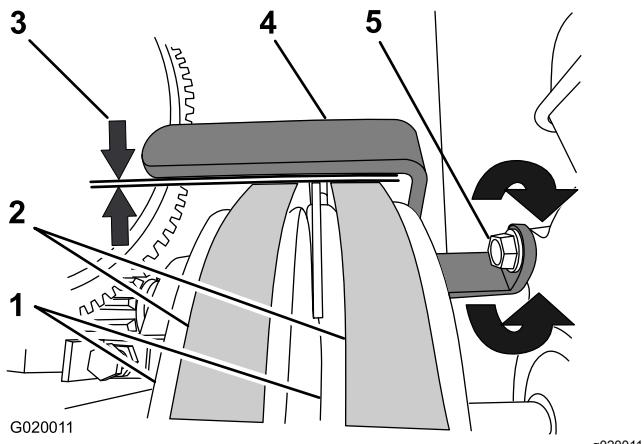

Figura 69
6. Compruebe que la holgura entre la guía de las correas y las correas es de 2.5 mm a 4.0 mm (3/32" a 5/32"); consulte Figura 69.
- A. Afloje el perno que sujetla la guía de las correas al motor (Figura 69).
de 2.5 a 4 mm (3/32" a 5/32") entre la guía y cada correa (Figura 69).
- C. Apriete el perno que sujetala guía de las correas al motor (Figura 69).